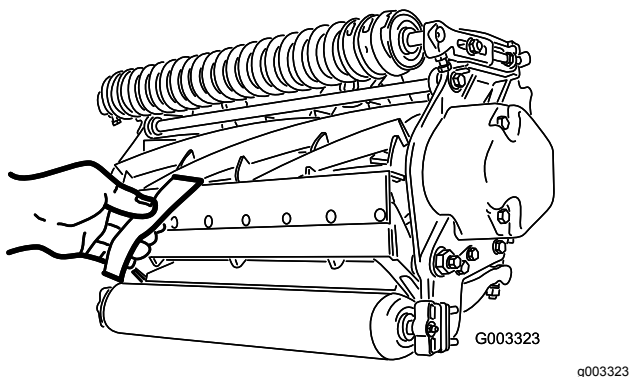

Figura 14
12. Verificate le prestazioni di taglio inserendo una lunga striscia di carta di verifica del taglio Toro tra il cilindro e la controlama, perpendicolarmente alla controlama (**Figura 14**).